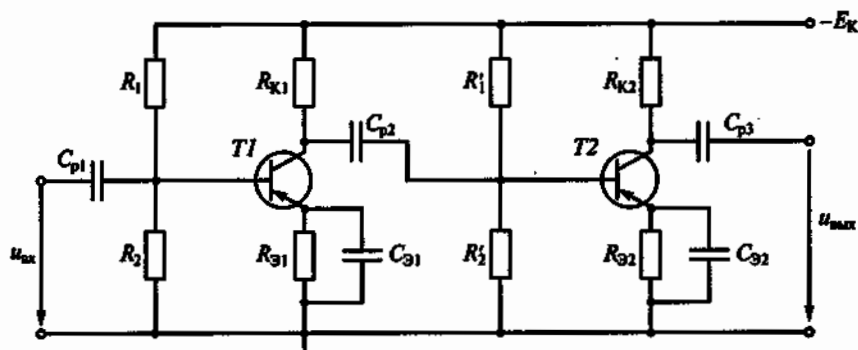

Рис. 209
8.30.Р. На рис. 209 представлена схема двухкаскадного усилителя напряжения с резистивно-емкостной связью. Каково правильное соотношение между емкостным сопротивлением $x_{Cп2}$ разделительного конденсатора $C_{п2}$ и входным сопротивлением второго каскада?